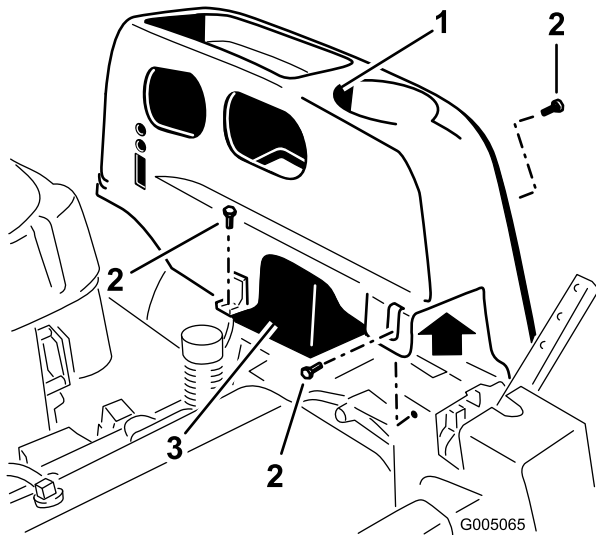

Figure 20
2. Enlevez les vis à tête TORX® (25) qui fixent le couvercle gauche au châssis, comme illustré à la Figure 20.